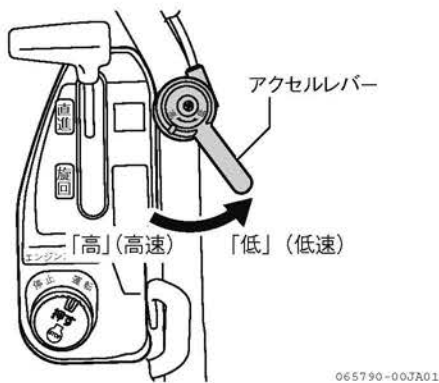

図 2-31 アクセルレバー
2. アクセルレバーを「低」側にします。エンジン回転が下がります。(図 2-31)